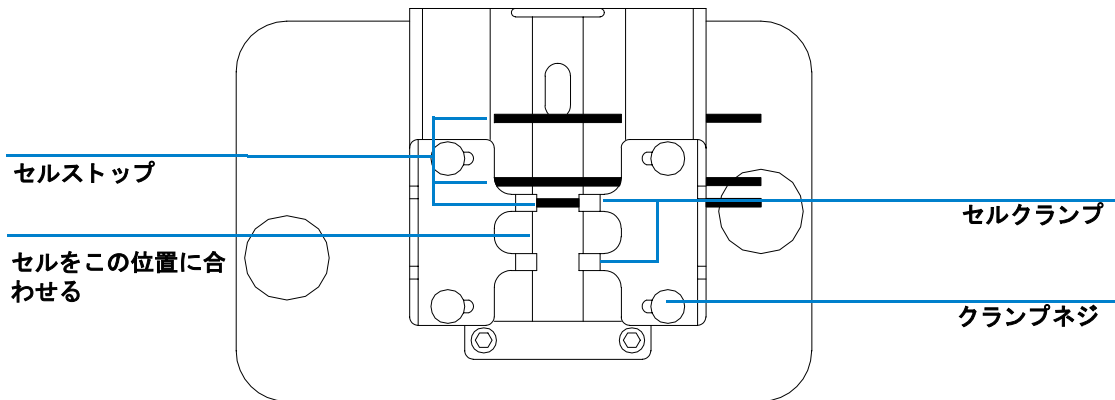

図 18 1-cm セルに合わせてセルストップの位置を決める
- 2 使用したいセルが標準ではない場合は、セルストップを長光路長セルの位置に合わせてください。具体的には図 18 の全部のセルストップを左へ移動します。